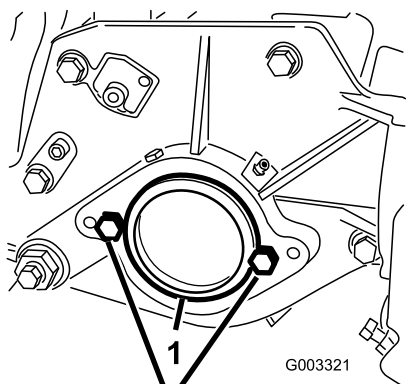

Рисунок 7
2. На правой стороне режущего блока снимите пластиковую заглушку с корпуса подшипника (Рисунок 7).
3. Отверните два болта из правой боковой пластины (Рисунок 7).
5. Установите, не затягивая, два монтажных болта двигателя барабана в левую пластину режущего блока (Рисунок 7).